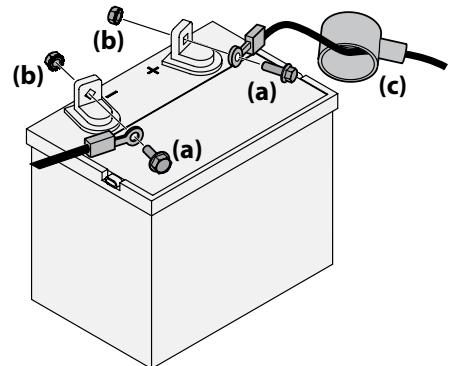

Figura 2-8
- Retire la cubierta plástica, si está presente, del borne positivo de la batería y una el cable rojo al borne positivo de la batería (+) utilizando el perno (a) y la tuerca hexagonal (b). Consulte Figura 2-8.
- Retire la cubierta plástica, si está presente, del borne negativo de la batería y una el cable negro al borne negativo de la batería (-) utilizando el perno (a) y la tuerca hexagonal (b). Consulte Figura 2-8.